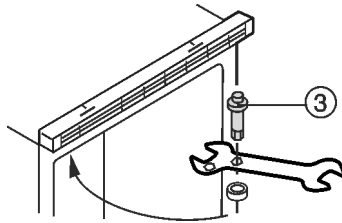

Fig. 3
- ▶ Bovenste scharnierpen Fig. 3 (3) uitdraaien en aan de andere kant goed (met 4 Nm) vastschroeven.
- ▶ Deur in bovenste scharnierpen Fig. 3 (3) hangen en sluiten.